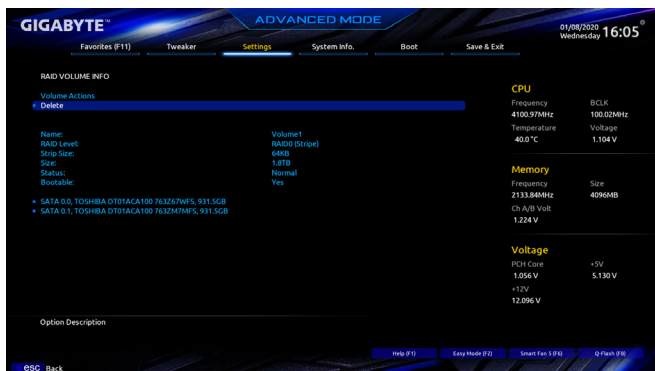

图4
完成后回到「Intel(R) Rapid Storage Technology」画面，即可在「RAID Volumes」处看到建立好的磁盘阵列。若要检视更详细的资料，可在该磁盘阵列上按<Enter>键，即可看到例如磁盘阵列模式、区块大小、磁盘阵列名称及磁盘阵列容量等信息(图4)。